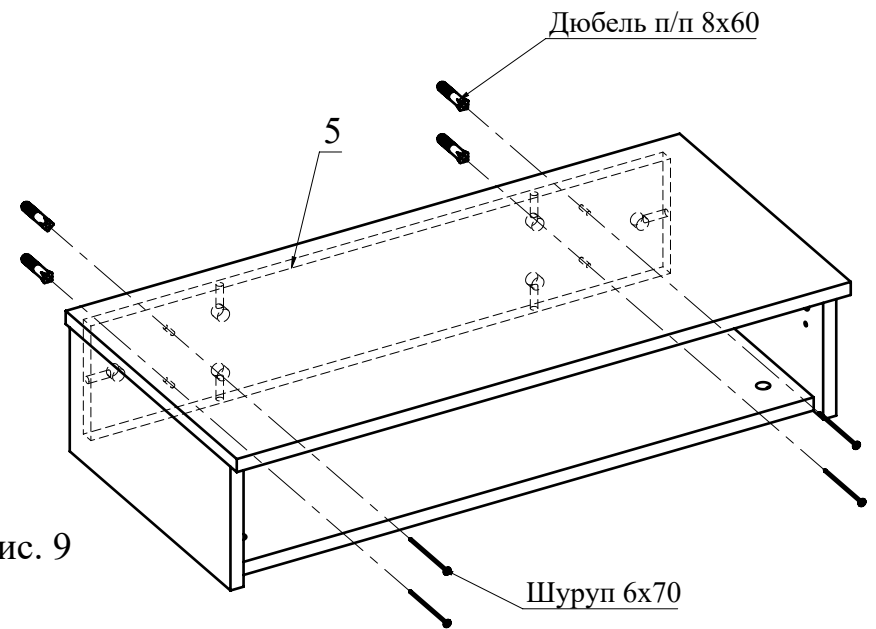

Рис. 9
6. Прислоните тумбу навесную к стене на необходимой высоте. Через сквозные отверстия в детали 5 сделайте наметки на стене. Уберите тумбу. Полученные наметки на стене рассверлите сверлом диаметром 8 мм под дюбель 8х60. Вбейте дюбель. Установите тумбу подвесную на отведенное место и вкрутите шурупы 6х70 (Рис. 9).